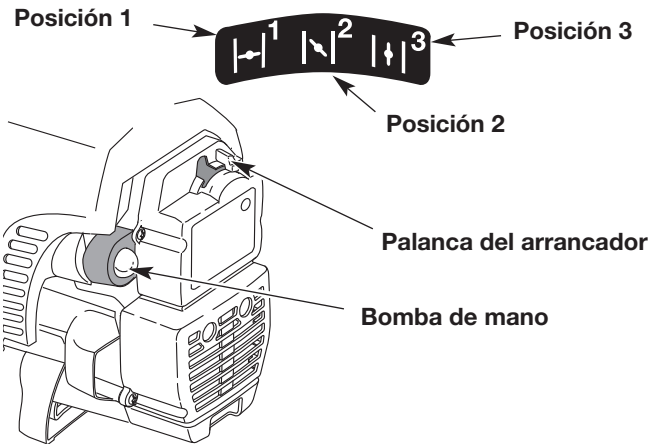

Fig. 11
4. Presione y suelte la bomba de cebado 10 veces, lentamente y completamente. Debe verse el combustible que llega a la bomba (Fig. 11). Si no se observa combustible en la bomba, presione tres veces mas o hasta que el combustible llegue a la misma.
5. Coloque la palanca del arrancador en posición 1 (Fig. 11).
8. Coloque la palanca del arrancador en posición 2 (Fig. 11).
11. Deje que el motor se caliente durante 5 a 10 segundos. Coloque la palanca del arrancador en posición de marcha a máxima potencia (C) (Fig. 11).